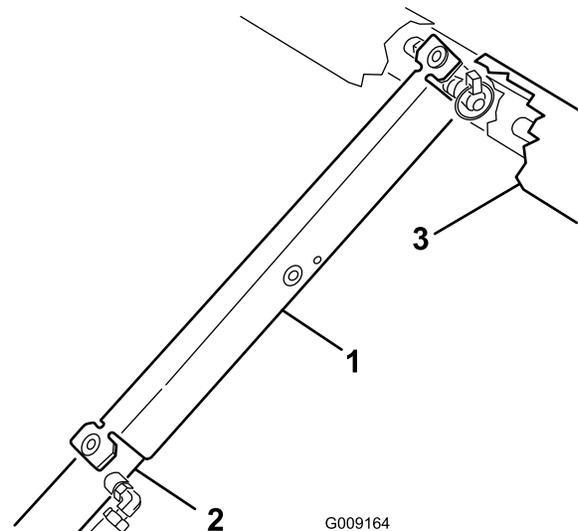

Figura 32
3. Introduza o suporte da plataforma na haste do cilindro, assegurando que as linguetas encostam à extremidade do cilindro e à extremidade da haste do cilindro (Figura 32).